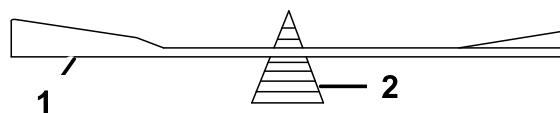

Figura 77
- Verifique el equilibrio de la cuchilla colocándola sobre un equilibrador de cuchillas (Figura 77).